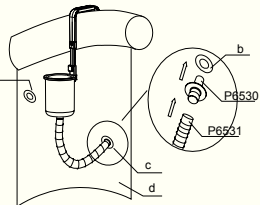

Fig. 11 / Abb. 11 / Kuva. 11 / EIK. 11 / Pvc. 11 / Rys. 11 / 11. Äbra
- For pool equipped with stopper plugs: remove the plug from inside of the pool's outlet valve and insert the hose adapter (P6530). Connect the hose (P6531) to the hose adapter (P6530). (See Fig. 11 and See Fig. 12)
- Para as piscinas equipadas com bujão: remova o bujão de dentro da válvula de saída da piscina e insira o adaptador da mangueira (P6530). Ligue a mangueira (P6531) ao adaptador da mangueira (P6530). (Veja Fig. 11 e Fig. 12)
- Para piscinas equipadas con tapones de tope: quite el tapón desde dentro de la válvula de salida de la piscina e introduzca el adaptador de la manguera (P6530). Conecte la manguera (P6531) al adaptador de la manguera (P6530). (Vea Fig. 11 y Fig. 12)
- Für Pools mit Stöpsel-Ausstattung: Entfernen Sie den Stöpsel aus dem Pool-Ablassventil und stecken Sie den Schlauchadapter (P6530) ein. Schließen Sie den Schlauch (P6531) an den Schlauchadapter (P6530) an. (Siehe Abb. 11 und siehe Abb. 12)
- Voor zwembaden uitgerust met stoppen: haal de stop uit de uitlaatklep van het zwembad en monteer de slangadapter (P6530). Sluit de slang (P6531) aan op de slangadapter (P6530). (Zie Fig. 11 en Zie Fig. 12)
- Per piscine con tappi: estrarre il tappo dalla valvola di uscita della piscina e inserire l'adattatore per tubo flessibile (P6530). Collegare il tubo flessibile (P6531) al relativo adattatore (P6530) (Vedere Fig. 11 e Fig. 12)
- Pour les piscines équipées de bouchons d'arrêt: enlevez le bouchon de l'intérieur de la valve d'évacuation de la piscine et insérez l'adaptateur de tuyau (P6530). Fixez le tuyau (P6531) à l'adaptateur (P6530). (Voir Fig. 11 et Fig. 12)
- Для бассейна с пробкой: выньте пробку из выпускного клапана бассейна и вставьте переходник шланга (P6530). Присоедините шланг (P6531) к переходнику шланга (P6530). (См. Рис. 11 и Рис. 12)
1. W przypadku basenu wyposażonego w korki zatykające: usuń zatyczkę z zaworu sphywowego i włóż złączkę węzła (P6530). Podłącz węzł (P6531) do złączki węzła (P6530) (Zob. Rys. 11 i Rys. 12)
1. För pooler som är utrustade med stoppluggar: ta bort stoppluggen från insidan av poolens utmatningsventil och sätt i slangadaptern (P6530). Koppla slangen (P6531) till slangadaptern (P6530). (Se Fig. 11 och Fig. 12)